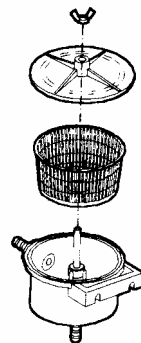

Fig. 7.4
(5) **Nettoyer le filtre à eau (Fig. 7.4).**
Nettoyer le filtre toutes les 200 heures, en desserrant la colombe et en retirant l'élément filtrant. Le nettoyer et le monter à nouveau en veillant à ce que le couvercle s'adapte bien au joint torique (Fig. 7.4). Mettre ensuite le moteur en marche pour vérifier s'il perd de l'eau par le couvercle.